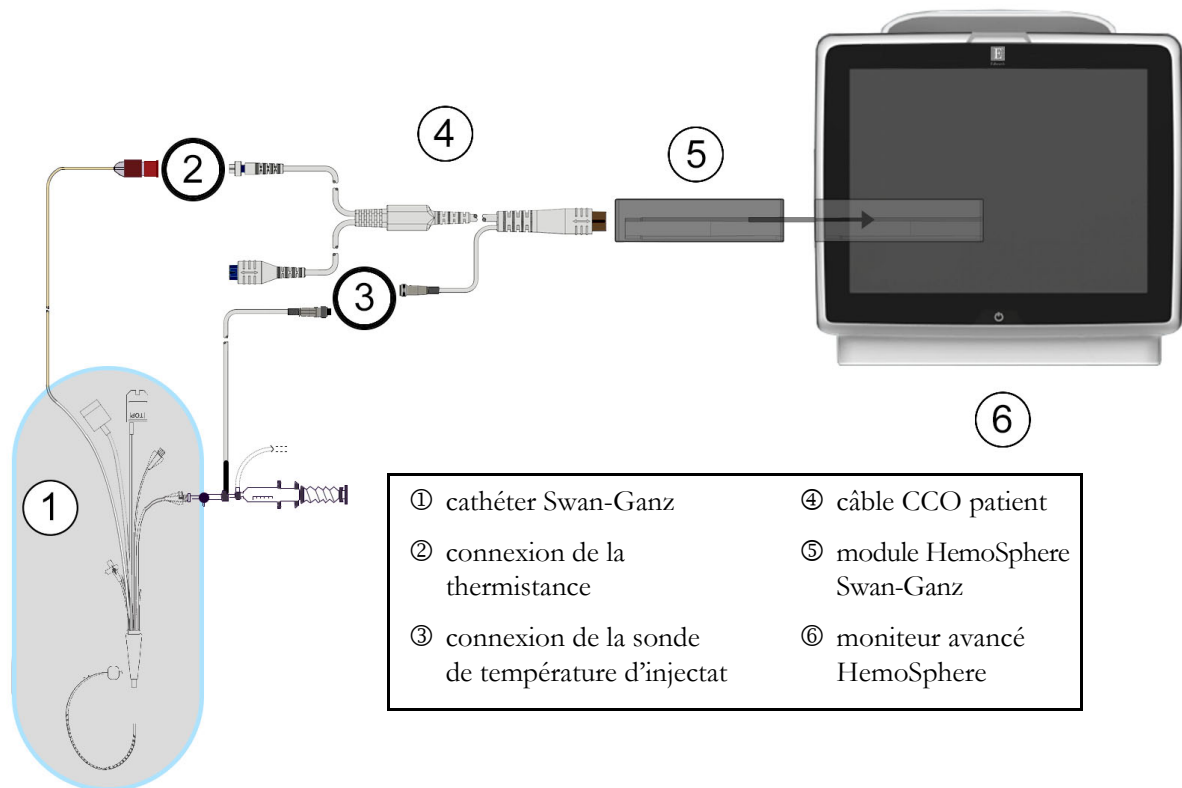

Figure 9-5 Présentation des connexions DCi
- 2 Connecter l'extrémité de cathéter du câble CCO patient au connecteur de la thermistance sur le cathéter de DCi Swan-Ganz tel qu'illustré par ② dans la figure 9-5.
Une sonde de température d'injectat capte la température de l'injectat. La sonde sélectionnée est connectée au câble CCO patient (figure 9-5). L'une ou l'autre des deux sondes suivantes peuvent s'utiliser :
Connecter la sonde de température d'injectat (en ligne ou à immersion) au connecteur de sonde de température d'injectat sur le câble CCO patient illustré par ③ dans la figure 9-5.